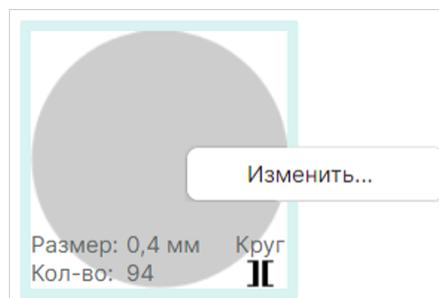

Рис. 104 Переход к назначению символов
1. На любой иконке отверстия вызовите контекстное меню и выберите «Изменить», см. Рис. 104.